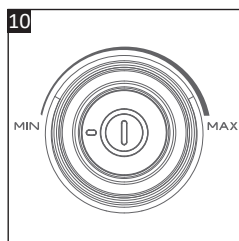

Fig. 10
- Tournez le bouton de réglage de la puissance d'aspiration (13) pour régler la puissance d'aspiration en fonction du type de surface à nettoyer (**Fig. 10**).